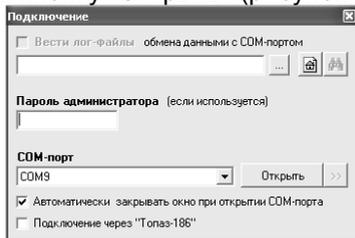

Рисунок 1
- г) в появившемся окне выбрать номер COM-порта, к которому подключен БУ, нажать кнопку "Открыть" (рисунок 1).